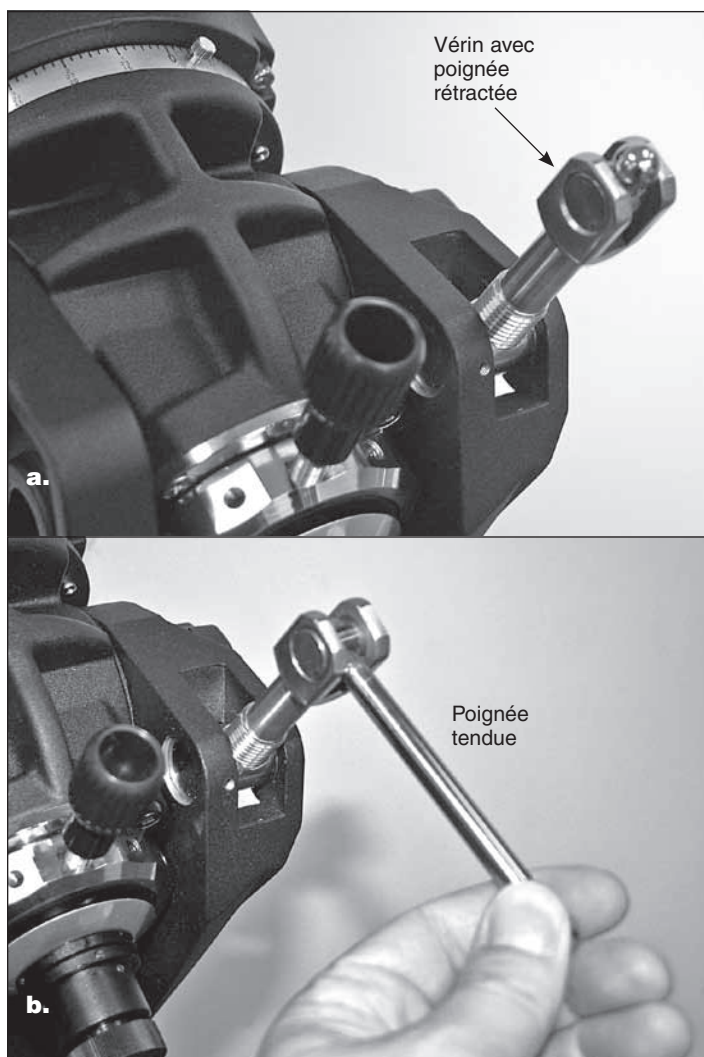

Figure 13. Le vérin d'altitude avec une poignée **a)** rétractée et **b)** tendue pour la rotation.
2. Localisez le vérin d'altitude (**Figure 13**) et tendez sa poignée rétractée. Utilisez-la pour tourner le vérin afin de régler l'axe d'élévation d'ascension droite (R.A.) à la latitude de votre position. Reportez-vous à l'échelle de la latitude et au pointeur sur le côté gauche de la monture (**figure 11b**). (Si vous ne connaissez pas votre latitude, consultez un atlas géographique ou regardez sur Internet.) Par exemple, si votre latitude est de 35° nord, réglez le curseur sur 35. Il est inutile d'effectuer plusieurs fois le réglage de la latitude, sauf si vous vous déplacez sur un nouveau lieu d'observation situé à une grande distance du premier.